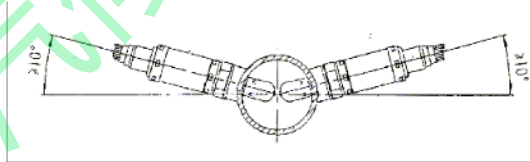

图3-16 氧传感器的安装方案
- (1) 安装点的选择标准
- (2) 推荐的安装方案及要求
- 氧传感器应当安装成跟水平面的夹角大于等于10°(电子接插件朝上)，这样能防止冷凝水在传感器外壳与传感器陶瓷之间的积聚见图3-16。